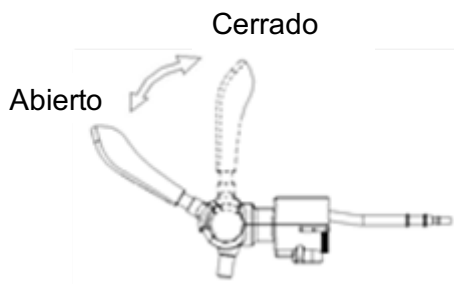

Figura 12
- 14.4. Cuando el tirador del grifo está cerrado en la posición vertical (como se muestra en la Figura 12, posición "Cerrado"), tire del grifo hacia adelante 45 grados para extraer la cerveza (como se muestra en Figura 12, posición "Abierto").